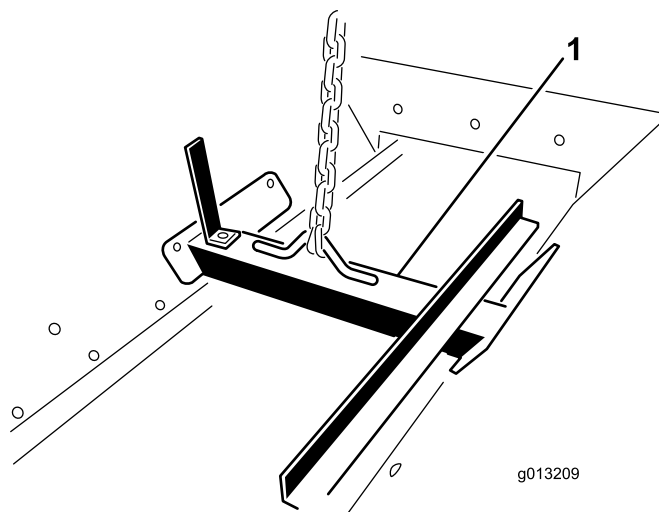

Рисунок 13
1. Прикрепите подъемное устройство к подъемному кронштейну внутри загрузочного бункера с помощью болтов (Рисунок 13).